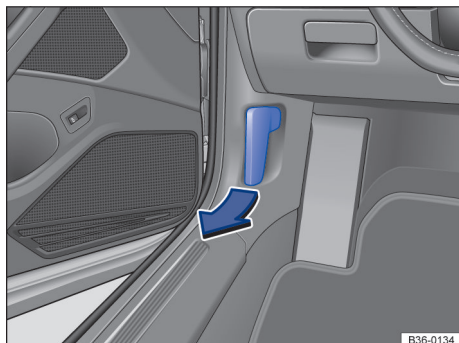

Fig. 238 No área para os pés no lado do condutor: alavanca de destravamento da tampa do compartimento do motor.
- Abrir a porta do condutor e puxar a alavanca de destravamento no sentido da seta → Fig. 238. A tampa do compartimento do motor salta para fora da trava do fecho pela pressão da mola → ⚠.